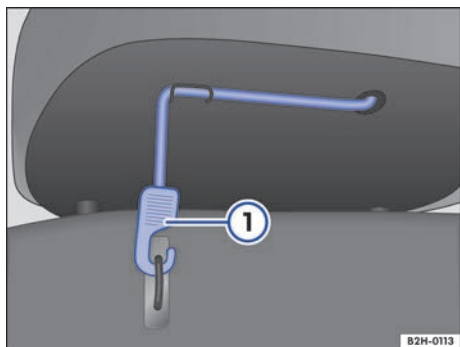

Fig. 48 Asiento trasero: cinta de sujeción de la banqueta.
- Desenganche la cinta → fig. 48 ① de su fijación en la banqueta.